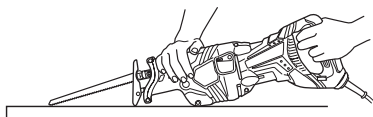
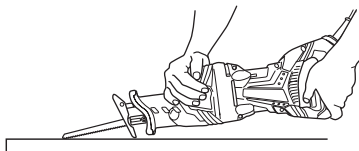

Fig. 24
Fig. 25
Con esta herramienta, podrá realizar cortes de cavidad en madera laminada y en tablas de material delgado. El corte de cavidad se puede realizar con toda facilidad con la hoja de sierra instalada en sentido inverso, tal como se observa en las Figs. 25, 27, y 29. Utilice una hoja de sierra lo más corta y gruesa posible. Para este fin, se recomienda la hoja BIMETÁLICA No 132 mencionada en la página 52. Asegúrese de prestar atención durante la operación de corte y de proceder de la siguiente manera.
- (1) Presione la parte inferior (o la parte superior) de la base contra el material. Tire del gatillo mientras mantiene la punta de la hoja de sierra separada del material. (Fig. 24, Fig. 25)